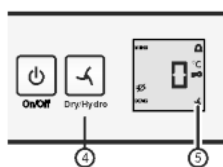

Fig. 3
- ▶ Установка настройки «hydro»: Нажимать кнопку «dry/hydro» Fig. 3 (4), пока не появится символ . Отпустите кнопку.
- ▶ Загорится символ dry/hydro Fig. 3 (5).
- ▶ Установка настройки «dry»: Нажимать кнопку «dry/hydro» Fig. 3 (4), пока символ  не погаснет. Отпустите кнопку.